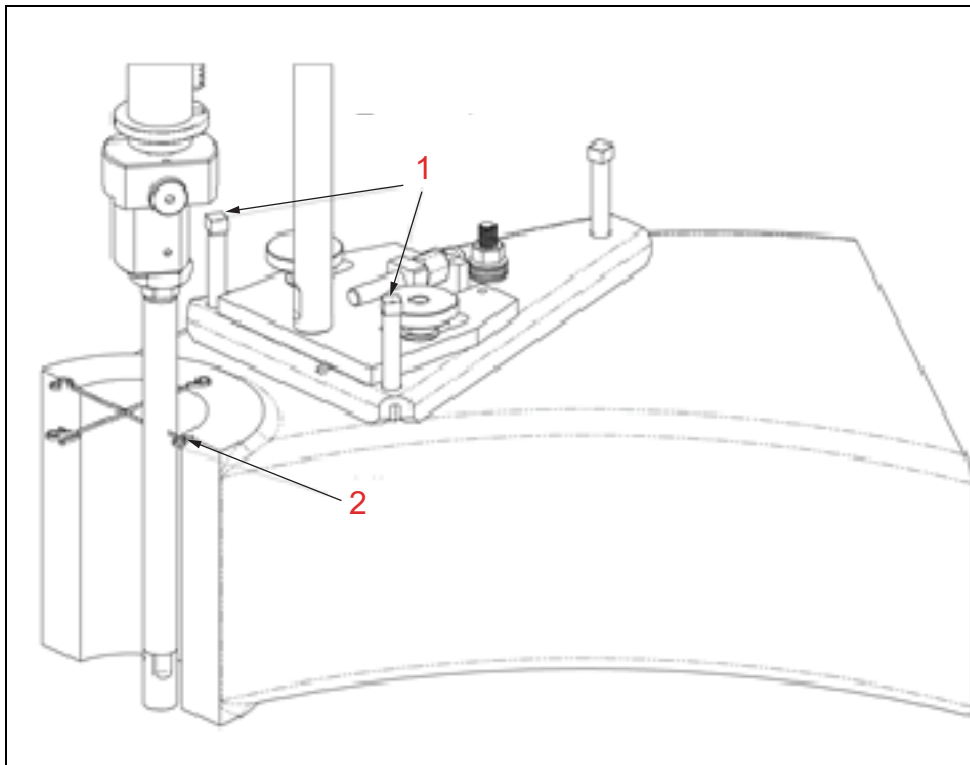

FIGURA 3-5. ALINEACIÓN A LAS 9
4. Ajuste los tornillos extractores frontales a la base ajustable (véase la Figura 3-5) según se necesite para mantener la extensión paralela al orificio.